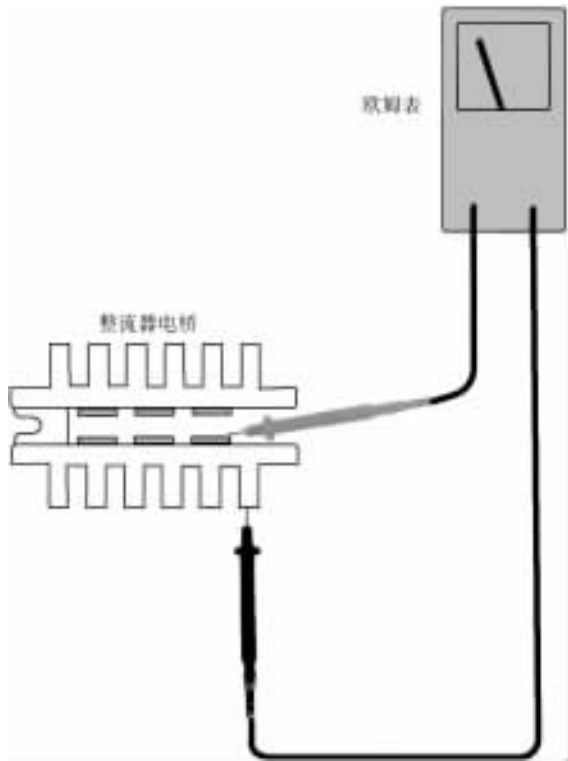

图 5-32 整流二极管的测量
98. 以下关于图 5-32 所示的测量的描述哪一项不正确?